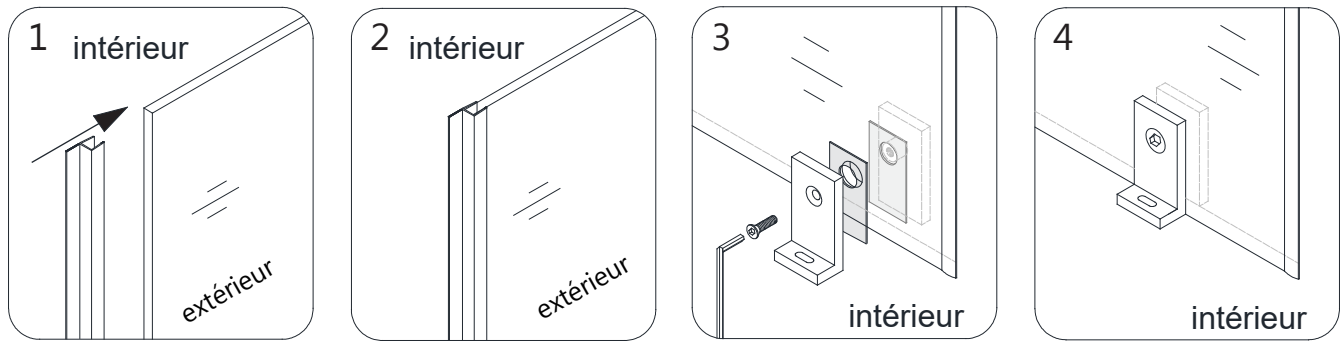

Fig 3
3. Enfoncez la **bande d'étanchéité (panneau intégré) (N° 19)** sur la bordure verticale du **panneau vitré fixe (N° 11)**. (Ceci protégera la bordure du panneau vitré contre des dommages et allouera l'espace suffisant pour la porte vitrée.). Posez la **fixation du bas (N° 18)** à travers l'orifice du bas du **panneau vitré (N° 11)**. **Fig. 3**